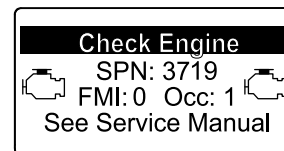

Figura 59
- Se for necessária uma regeneração de recuperação, o InfoCenter mostra o aviso do motor SPN 3719, FMI 16 (Figura 59) e o computador do motor reduz a potência do motor para 85%.